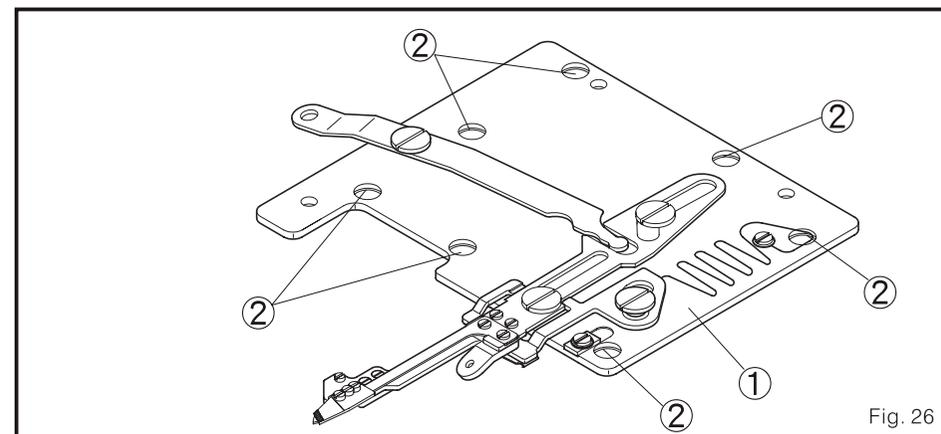

Fig. 26
- (2) Quando se ajustar, por favor solte um pouco os quatro parafusos 2 do apoio do equipamento do refilador inferior. Então, mover o mencionado apoio 1 de atrás para diante para adquirir as características previamente descrito dentro (1). Finalmente, ajuste todos os parafusos fortemente. (Fig. 26)